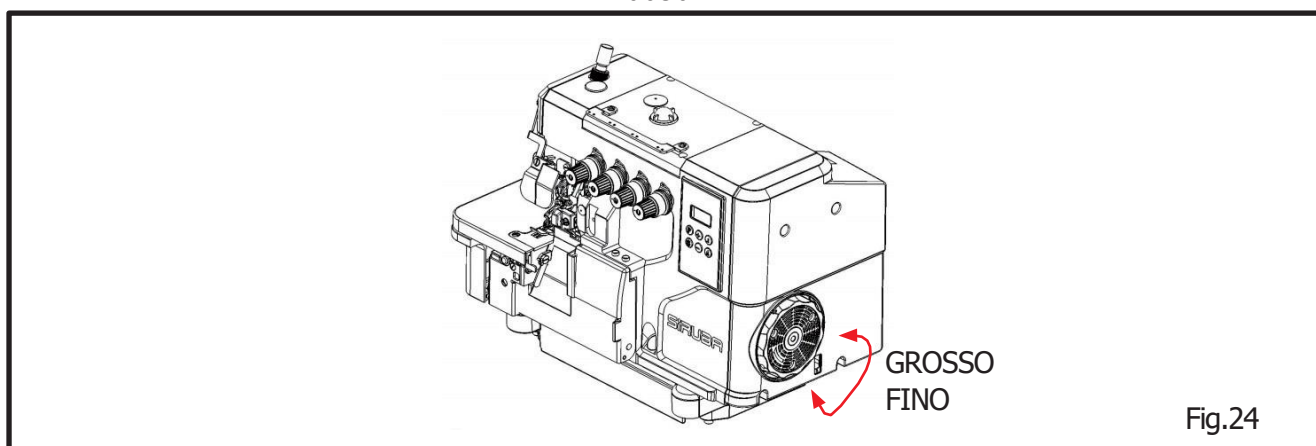

Fig.24
O comprimento do ponto é regulado de acordo com os materiais, coeficiente do diferencial ou outros fatores. Mantenha o botão (1) pressionado e gire a polia até que o botão esteja bloqueado. Depois, solte o botão após alcançar o comprimento de ponto desejado, (Fig. 24) (Tabela 2)